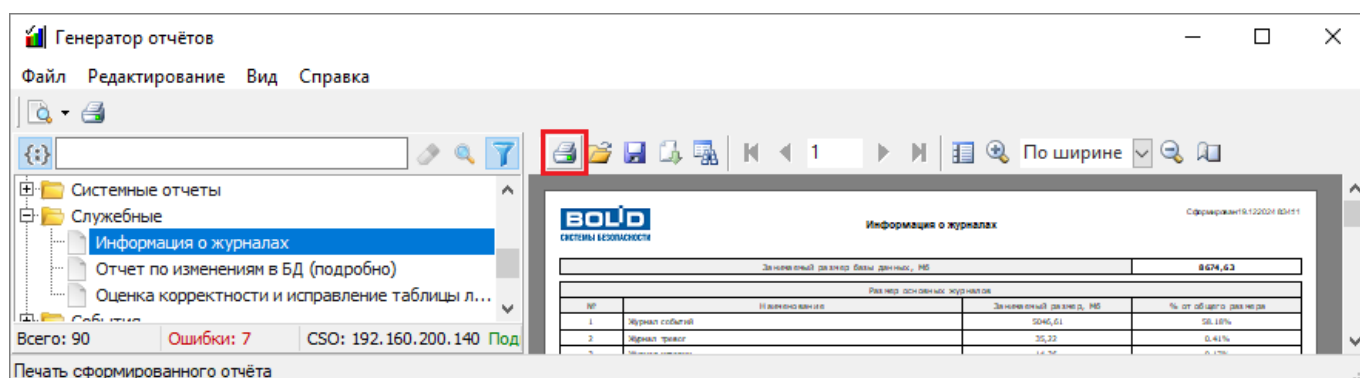

Рисунок 11-335 Печать отчета через панель инструментов предварительного просмотра
- нажмите на панели инструментов предварительного просмотра (см. п. 11.5.4) кнопку  «Печать сформированного отчета» (см. Рисунок 11-335);